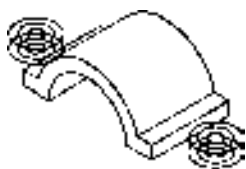

图 12.2.10 复制等轴测圆
(3) 复制等轴测圆。选择下拉菜单 修改(M) → 复制(C)命令，选取步骤(1)中绘制的椭圆为复制对象，按 Enter 键；捕捉该等轴测圆的圆心为基点；按 F5 键切换到右等轴测面，将光标向上移动，在命令行中输入位移值 10 后按两次 Enter 键结束操作。
(4) 按 Enter 键以重复“复制”命令，选取步骤(2)与步骤(3)得到的等轴测圆为复制对象，指定圆心为基点，按 F5 键切换到左等轴测面，向左上方移动光标，在命令行中输入位移值 140 并按 Enter 键，结果如图 12.2.10 所示。